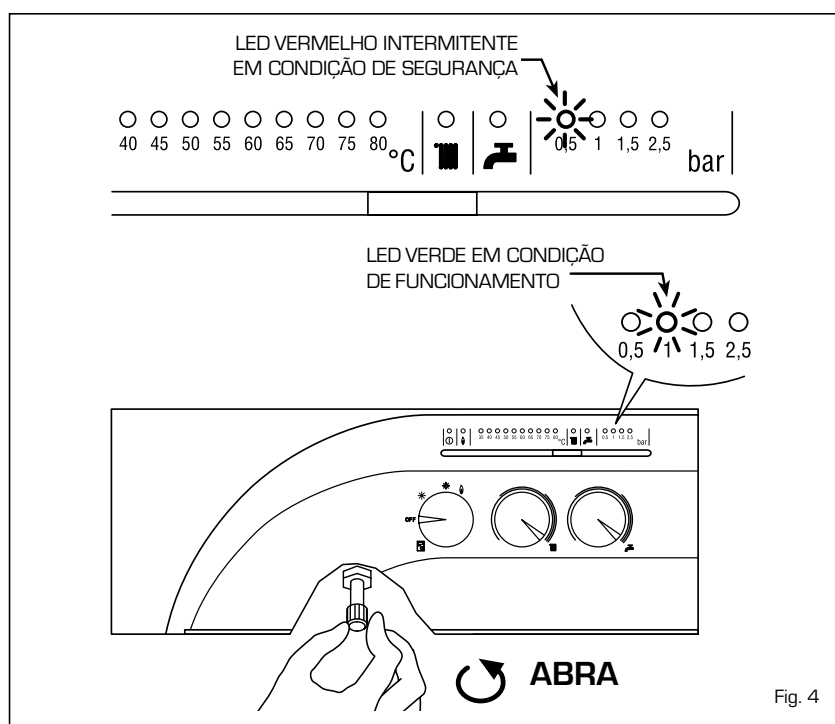

Fig. 4
- Pressão insuficiente da água (fig. 4)